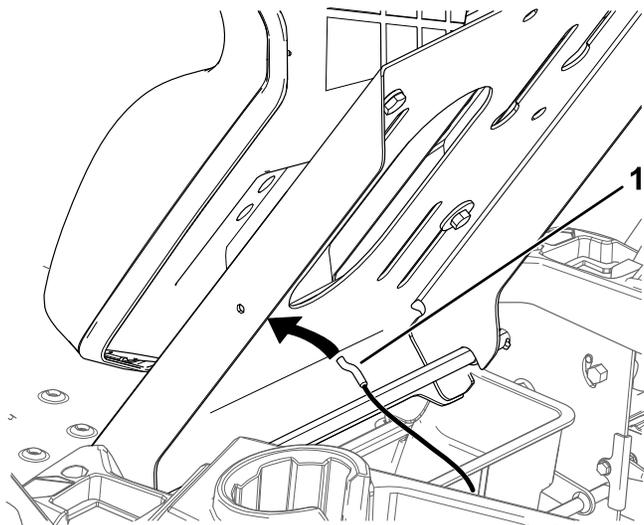

Figura 8
7. Collegate il cavo per l'inclinazione del sedile dall'interno della scocca della seduta (Figura 8).